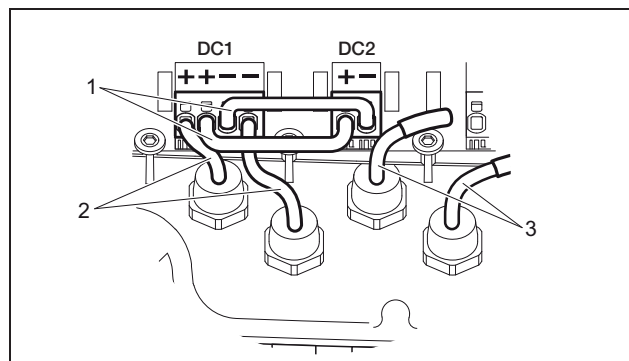

Figure 20: Entrées 1 et 2 montées en parallèle (convert 3.5T/4T dcs)
- convert 3.5T/4T/7T/8T/10T dcs : Si cela est prévu, montez maintenant les entrées 1 et 2 **en parallèle**. Enfichez pour cela les cavaliers fournis dans les bornes comme indiqué (figure 20/21).